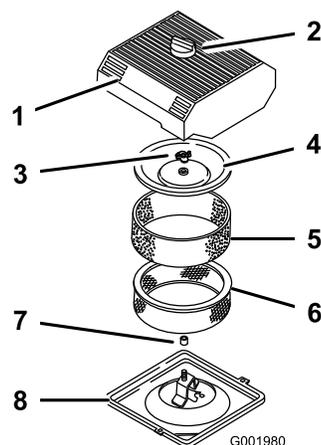

Figura 40
3. Limpie alrededor del limpiador de aire de forma que la suciedad no penetre en el motor y cause daños (Figura 40).
4. Afloje el pomo de la cubierta del limpiador de aire y retire la cubierta (Figura 40).
5. Deslice con cuidado el elemento de gomaespuma para retirarlo del elemento de papel (Figura 40).
6. Desenrosque la tuerca de la cubierta y retire la cubierta y el elemento de papel (Figura 40).
1. Deslice cuidadosamente el filtro de gomaespuma sobre el filtro de papel (Figura 40).
3. Coloque la tuerca de la cubierta con la presión de los dedos contra la cubierta (Figura 40).
4. Instale la cubierta del limpiador de aire y el pomo (Figura 40).